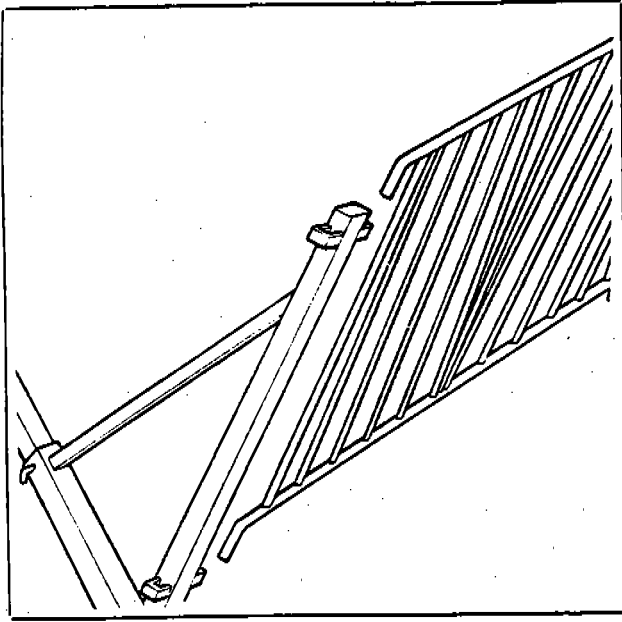

Fig. 30
- d) Montare i cancelli di sicurezza perimetrali, rispettando le sigle riportate sui supporti (Fig. 30).